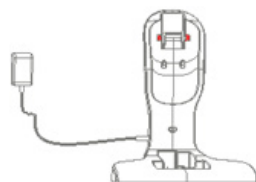

Fig.5-1b
5.2 Branchez l'adaptateur sur la prise secteur (voir Fig. 5-1b).